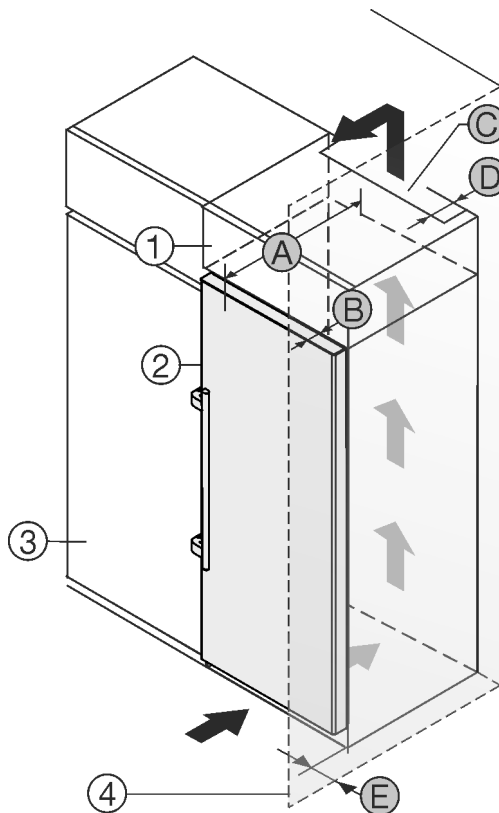

Fig. 1
- (1) Nadgradna omara
- (2) Naprava
- (3) Kuhinjska omara
- (B) Globina vrat
- (C) Presek prezračevanja
- (D) Odmik hrbtne strani naprave
- (E) Odmik do strani naprave
- (4) Stena
- (A) Globina naprave
Aparat lahko postavite neposredno ob kuhinjsko omaro Fig. 1 (3).
Na zadnji strani nadgradne omare mora biti zaradi prezračevanja in odzračevanja po vsej širini nadgradne omare prezračevalni jašek globine Fig. 1 (D).
Pod stropom je treba upoštevati presek prezračevanja Fig. 1 (C).
Če aparat postavite s tečaji ob steni Fig. 1 (4), mora razdalja med aparatom in steno znašati vsaj 57 mm. To ustreza velikosti ročaja pri odprtih vratih.
Da lahko vrata povsem odprete, mora aparat štrleti ven vsaj za globino vrat *Fig. 1 (B)* glede na sprednji del kuhinjske omarice. Odvisno od globine kuhinjskih omaric *Fig. 1 (3)* in uporabe stenskih distančnikov lahko aparat štrli bolj ven.